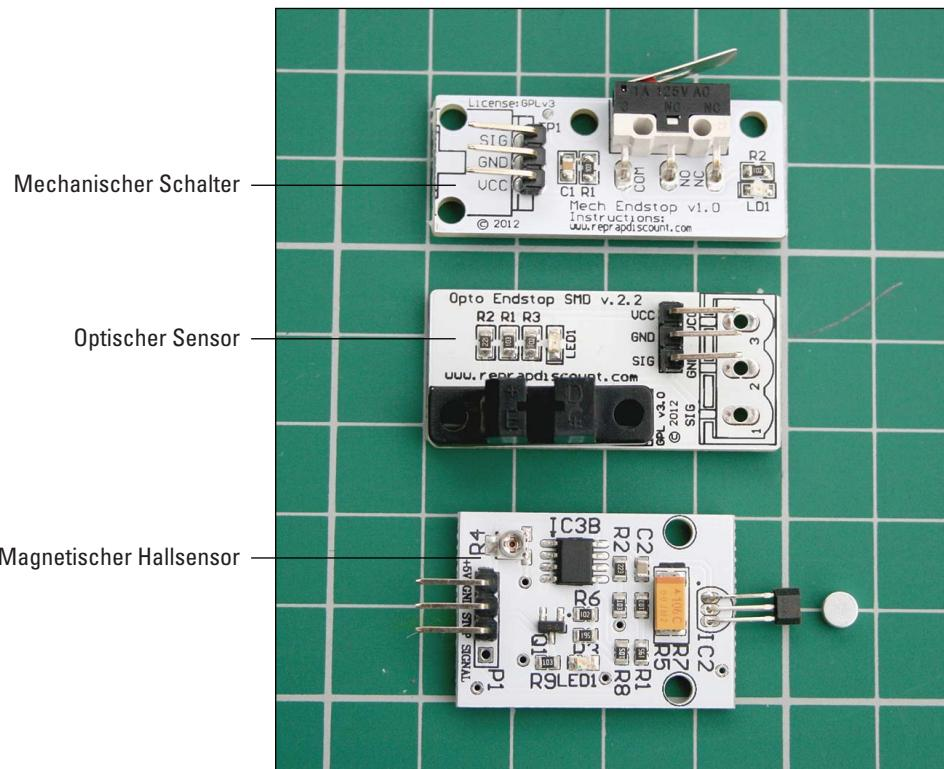

Abbildung 13.10: Positionssensoren legen die Home-Position für den Drucker fest.
- ✓ Der gebräuchlichste Sensor ist ein einfacher Mikroschalter (oben in Abbildung 13.10 gezeigt). Der Wagen drückt mechanisch auf den Schalter, der ein Signal sendet, um der Elektronik mitzuteilen, dass sich der Wagen an der Home-Position befindet.
- ✓ Ein optischer Sensor (wie in der Mitte in Abbildung 13.10 gezeigt) unterbricht einen Infrarot-Lichtstrahl und löst damit ein Signal für die Elektronik aus, dass der Wagen die Home-Position erreicht hat. Es handelt sich dabei um einen kontaktlosen Schalter, deshalb ist er zuverlässiger als ein mechanischer Mikroschalter.
- ✓ Die fortschrittlichste Form der Positionssensoren (siehe Abbildung 13.10 unten) ist der sogenannte *Hallsensor*, der ein Magnetfeld erkennt. Er funktioniert sehr präzise und reproduzierbar und ist ebenfalls kontaktlos. Sie brauchen nur einen winzigen Magneten am Wagen oder an der bewegten Achse anbringen und den Sensor an der Home-Position befestigen. Wenn der Magnet in eine bestimmte Distanz zu dieser Position gelangt, löst er das Home-Signal für die Elektronik aus. Hallsensoren besitzen einen kleinen Drehknopf, sodass Sie die genaue Auslösedistanz des Magneten für den Sensor einstellen können. Diese Art Sensor wird häufig an den vertikalen Z-Wägen verwendet, um die Position der